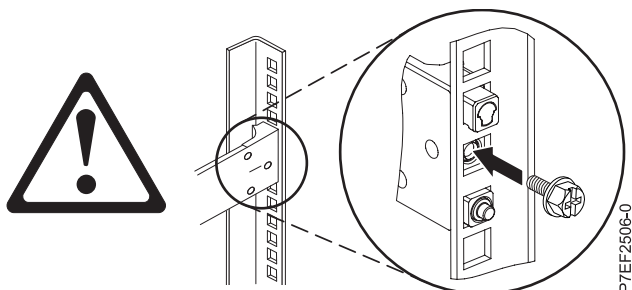

図 21. ねじの再取り付け
4. 図 21 に示すように、ステップ 2 (26 ページ) で取り外したねじを再び取り付けます。